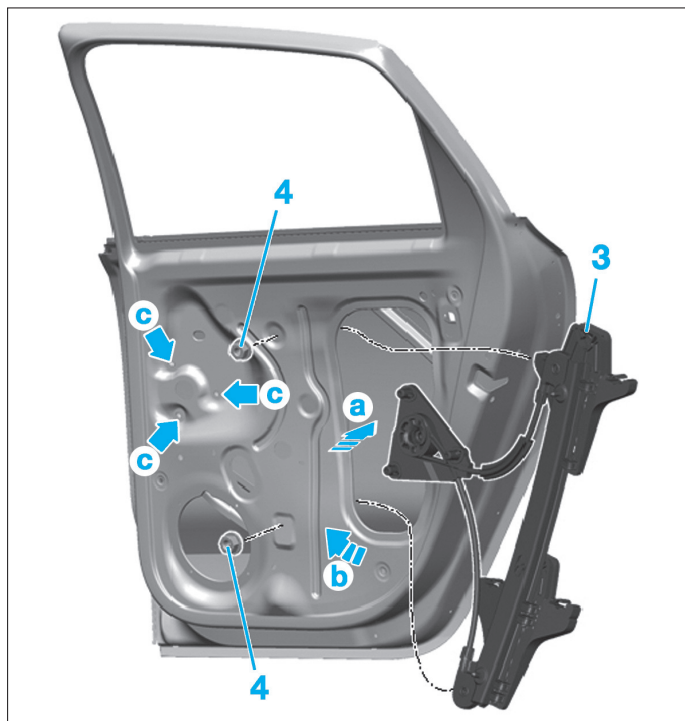

FIG. 91
- Insérer le mécanisme comme illustré (Fig.91).
- Serrer les écrous (4).